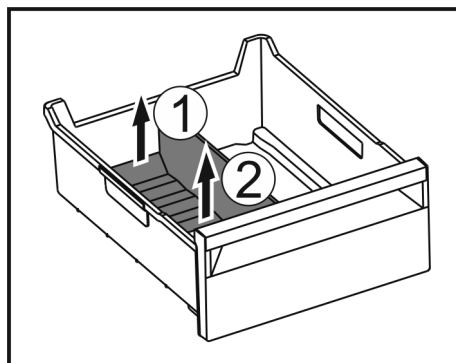

Fig. 237
- Підняти задню частину перегородки відділення для льоду. Fig. 237 (1)
- Вилучити перегородку рухом вгору. Fig. 237 (2)